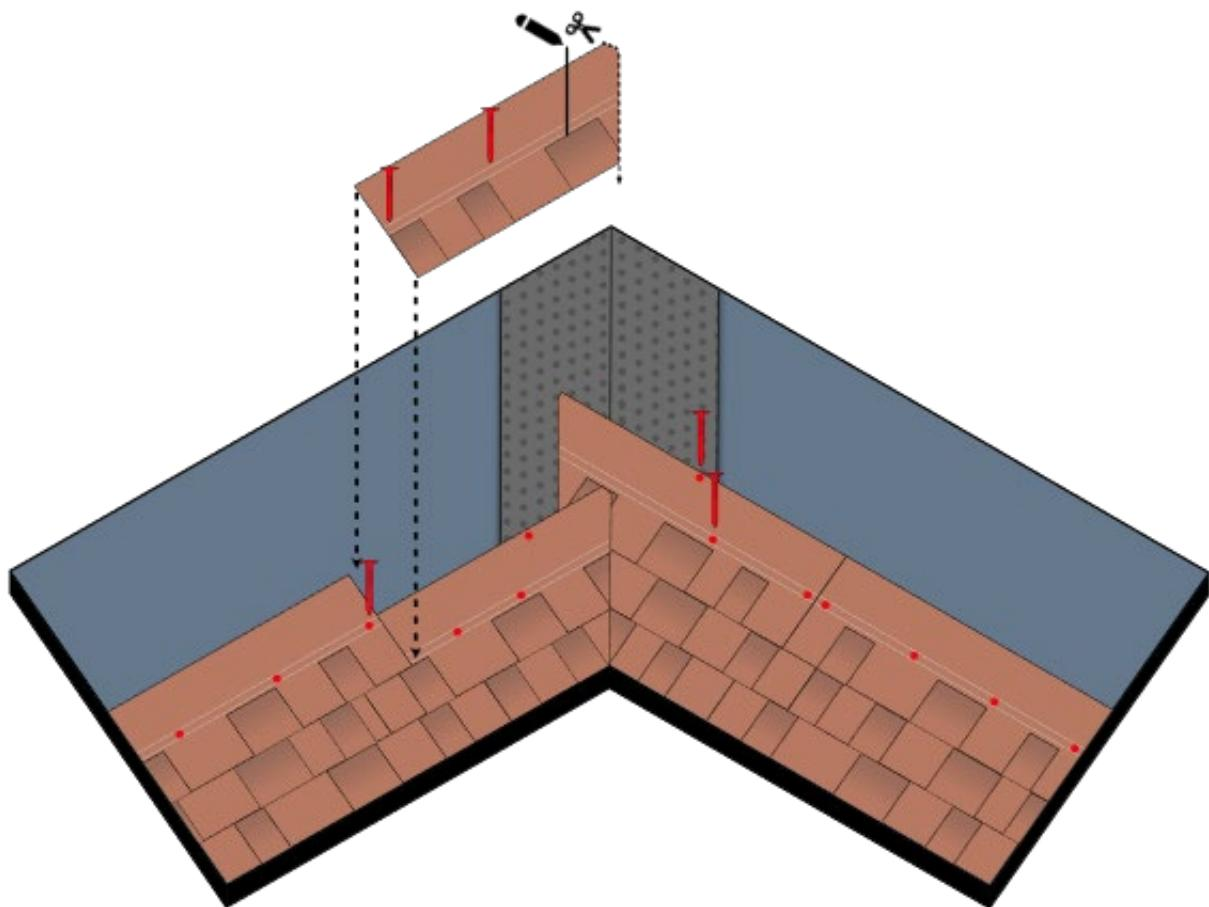

Fig. 16 – Posa tegole sul compluvio
- Tagliare trasversalmente lo spigolo superiore della tegola al compluvio – Fig. 16, in modo da convogliare l'acqua discendente lungo l'asse del compluvio. Sollevare le tegole, una per volta e fissarle con il cannetto alla membrana sottostante. In caso di una tegola granigliata sottostante, applicare del Bitustick per il loro fissaggio – Fig. 16.